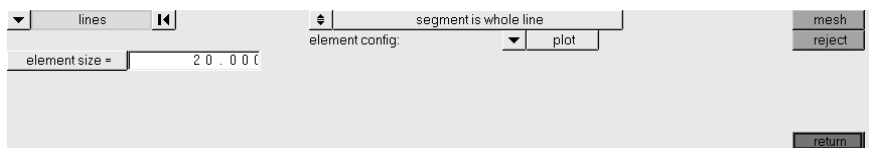

图 7-105 参数设置
(3) 进入 `lines mesh` 面板，对上述创建的曲线进行划分，参数设置如图 7-105 所示。